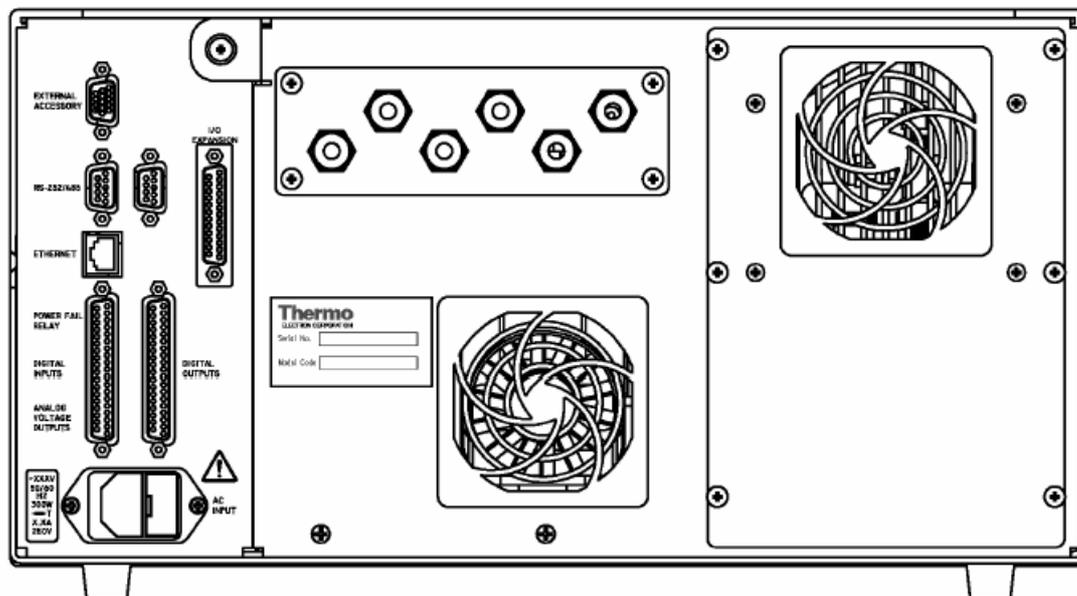

图 2-3 42i 型分析仪后面板
1. 将样品管线连接到后面板上的 **SAMPLE**（样品）闷头（图 2-3）。确保样品管线没有受到污垢、潮气和不相容物质的污染。所有管材应使用 **FEP 特氟隆®**、**316 不锈钢**、**硼硅酸玻璃**、或具有 **1/4 英寸** 外径和至少 **1/8 英寸** 内径的管件制成。管子的长度应小于 **10 英尺**。